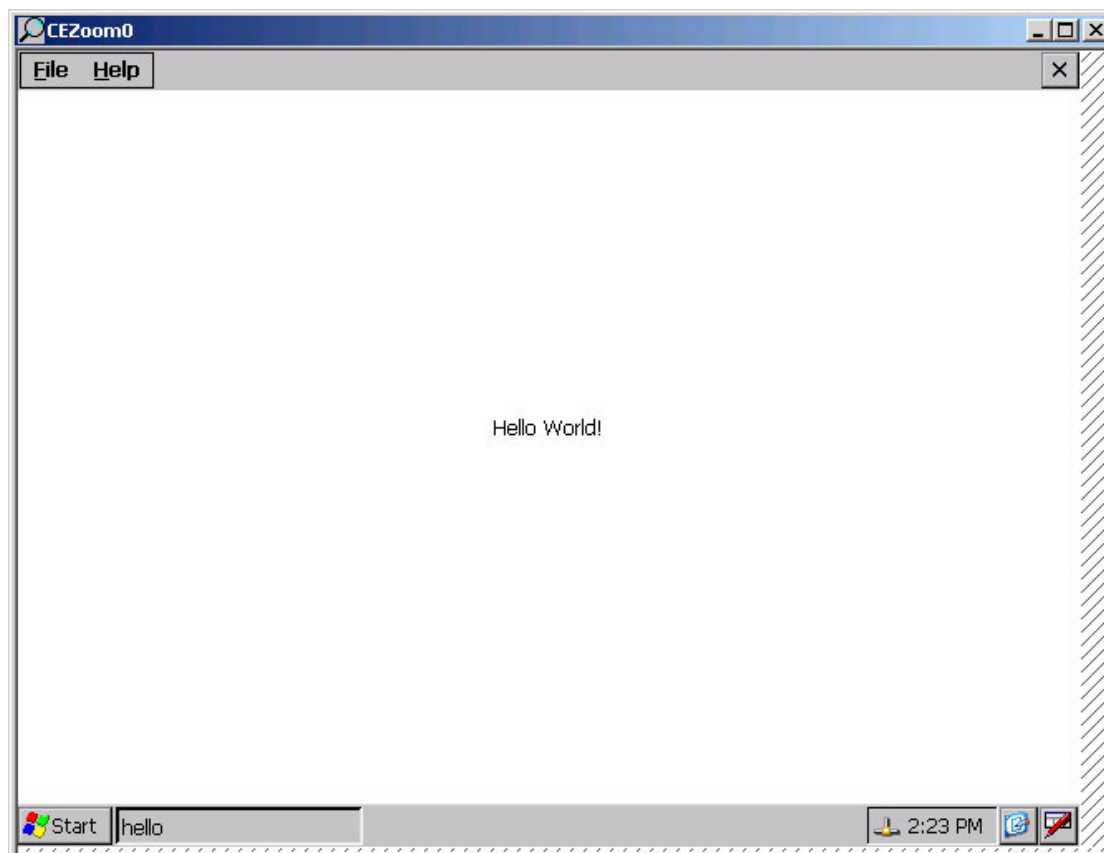

图 4-7 目标机执行 hello 之后的显示画面
7、编译成功后 eVC 将自动连接目标机并执行程序。执行完毕以后, 目标机将显示如图 4-7 的执行结果画面。
4、断开发展底板上的 JP1, 重启系统, 开机以后系统自动执行程序 **hello.exe**, 显示画面如图 4-7 所示。则在运行模式下运行应用程序成功。